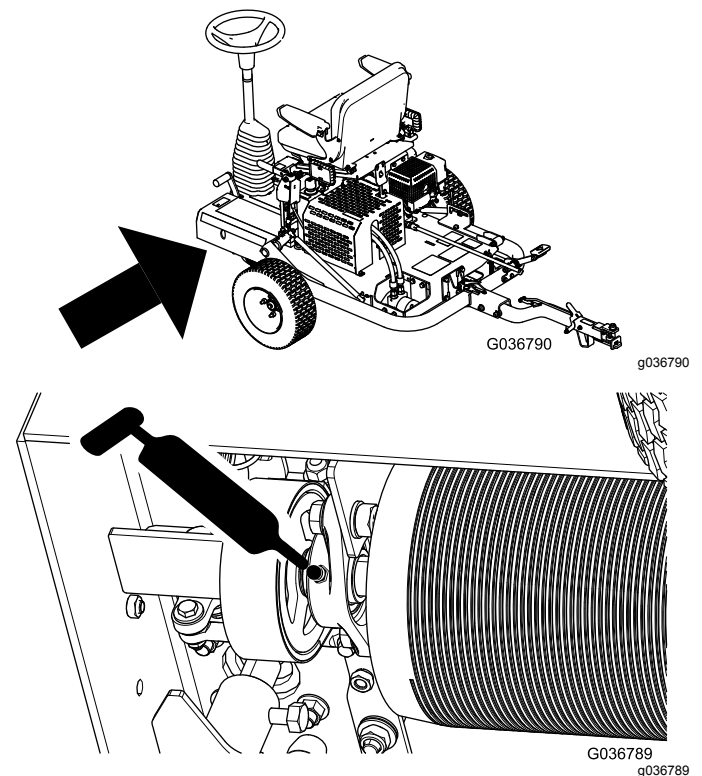

Figura 29
2. Pompate il grasso nel raccordo di ingrassaggio, come illustrato nella Figura 29.